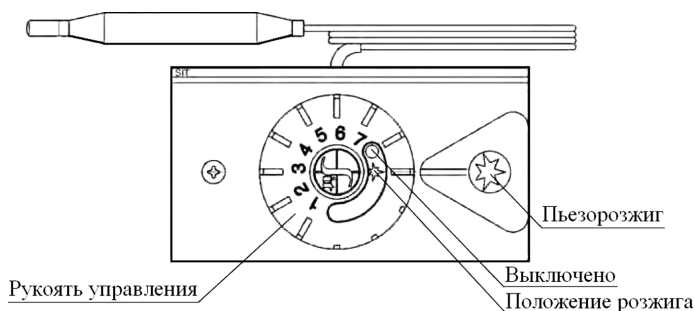

Рис.7. Панель управления газовым клапаном 630 SIT
- 8.9. Последовательность действий при пуске, включении основной горелки, регулировании температуры и остановке котла, укомплектованного предохранительным и регулирующим устройством с газовым клапаном «630 EUROSIT» фирмы «Sit Group» или «TGV-307» фирмы «TLONG ELECTRIC» (рис.7), следует производить в следующем порядке, как указано в таблице 2: